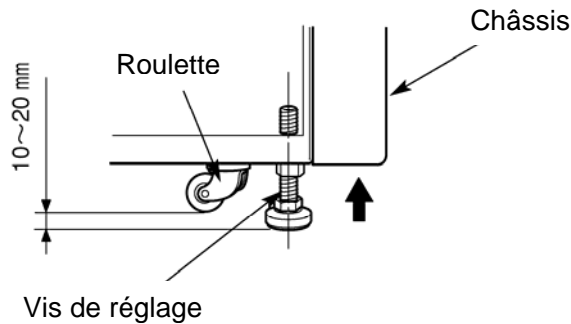

Fig.6-3 Alignement horizontal
- (1) Tourner les quatre vis de réglage avec une clé pour soulever les roulettes d'environ 10 à 20 mm au-dessus du sol comme illustré sur la Fig. 6-3.
- (2) Placer l'interrupteur d'alimentation POWER sur la position Marche et ouvrir la porte de la chambre. Puis, replacer l'interrupteur sur la position Arrêt. Si le cordon d'alimentation n'est pas encore branché, retirer le couvercle avant, puis ouvrir la porte conformément aux instructions données à la Section 3-5, « En cas de panne de courant ».